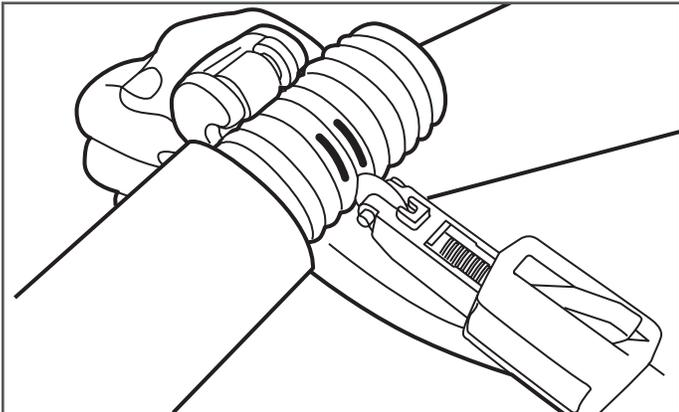

Figura 7-18
19. Quite la sección media del acoplamiento DoubleTrac® y corte la tubería corrugada con un Cortatubos equipado con un disco filoso. El corte se debe centrar en la ranura entre las dos ondulaciones marcadas. Emplee movimientos circulares en una dirección y aumente ligeramente la presión del rodillo luego de cada revolución. NO presione demasiado el rodillo, ya que podría aplanarse el tubo. (Figura 7-18)